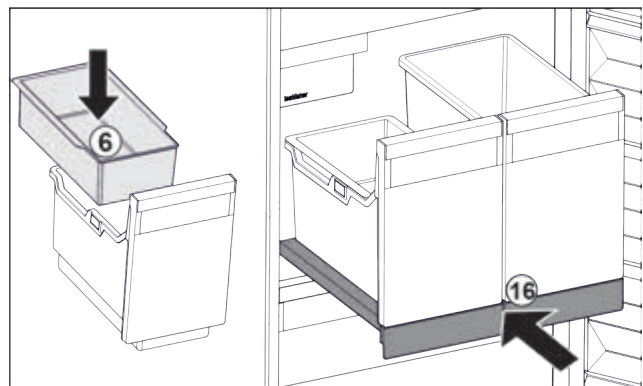

Fig. 87
- ▶ Вставити підвісний лоток *Fig. 87 (6)* для кубиків льоду.
- ▶ Вставити витяжну панель з резервуаром (IceTower). *Fig. 87 (16)*